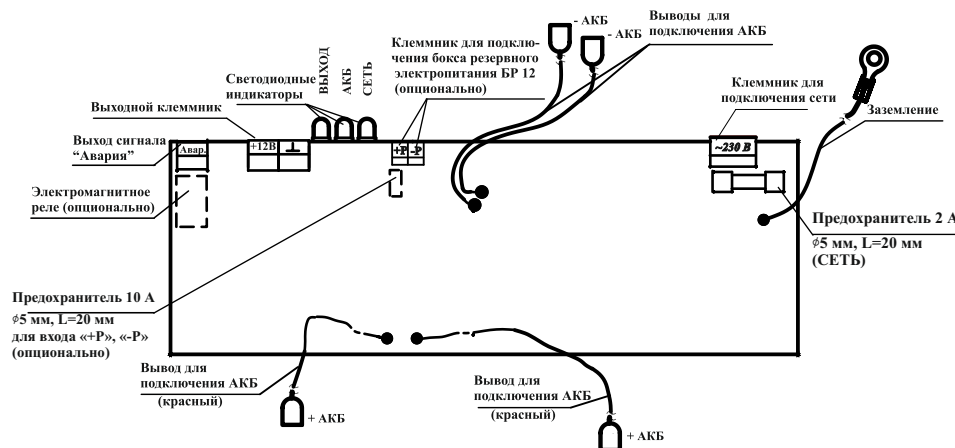

Рисунок 1 – Плата источника
6.3 Подключение источника (см. рисунок 1) производить в следующей последовательности: